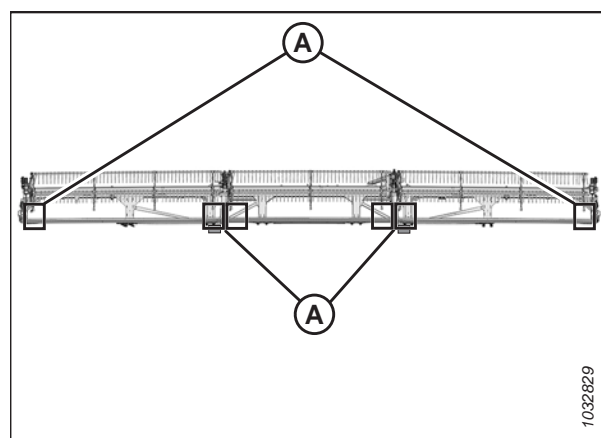

Figura 4.282: Ubicaciones de medición FlexDraper®: molinete triple
- Plataformas de molinete triple: Figura 4.282, página 443